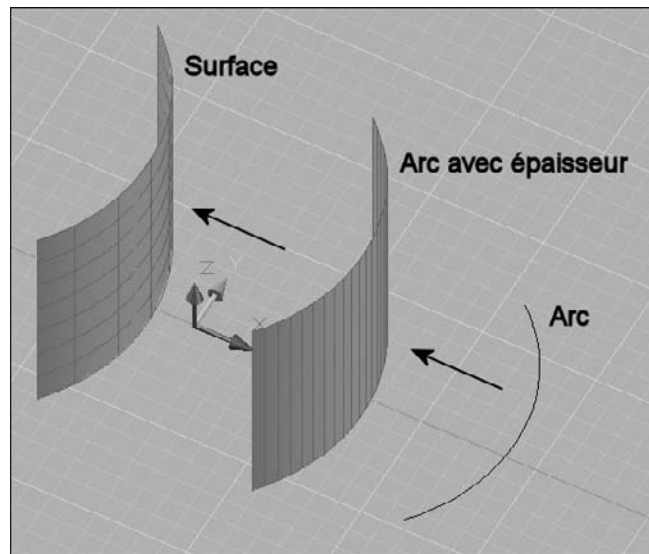

Fig.19.1
- 3 Appuyez sur Entrée (fig.19.1).